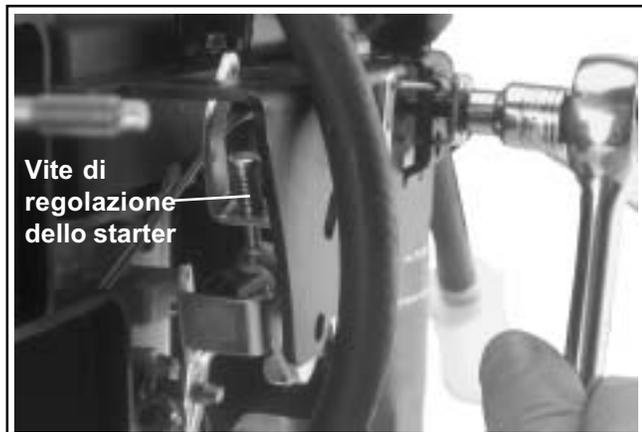

Figura 5-13. Regolazione del comando unico di acceleratore/starter.
2. Portare la leva di comando dell'acceleratore dell'attrezzatura in posizione "fast" o di alta velocità. La "linguetta" di azionamento della leva dello starter deve trovarsi appena al di sotto della vite di regolazione dello starter. Vedere Figura 5-13.
2. Avviare il motore e lasciarlo riscaldare. Portare la leva di comando dell'acceleratore in posizione "fast" o di alta velocità. Girare la vite di regolazione dello starter (vedere Figura 5-13) verso l'esterno/in senso antiorario in modo che si allontanano dalla leva dello starter e non possa avvenire un contatto al Punto 4. Vedere Figura 5-13.